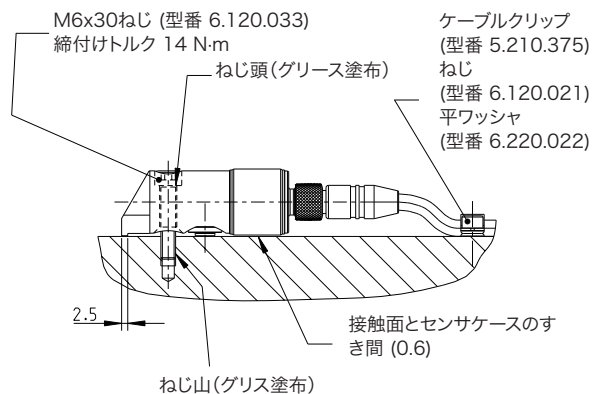

図 5: 六角穴付ねじによるセンサの設置
- ・ ねじ山部と座面にグリスを塗布した固定ねじにてセンサを固定します。締付けトルクは14N・mです。(図5参照)